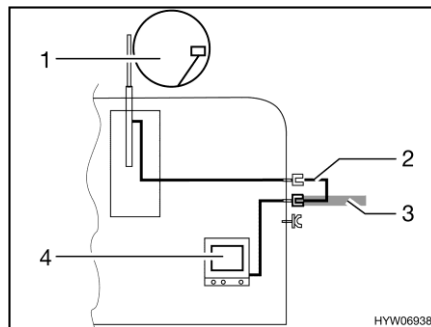

Bild 196 TV i fordonet
- TV i fordonet (Bild 196,4): Anslutning till takantenn (Bild 196,1) med anslutningskabel (Bild 196,2)
- TV i fordonet (Bild 196,4): Anslutning till extern antenn (Bild 196,3)